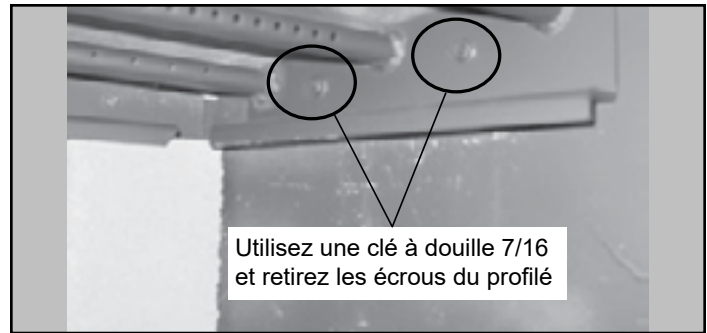

Figure 24.3
3. Enlevez les 2 écrous et boulons du canal se trouvant dans la chambre au moyen d'une clé à douilles de 11,1 mm (7/16 po) pour les écrous et une clé à douilles de 9,5 mm (3/8 po) pour les boulons (Figure 24.3).